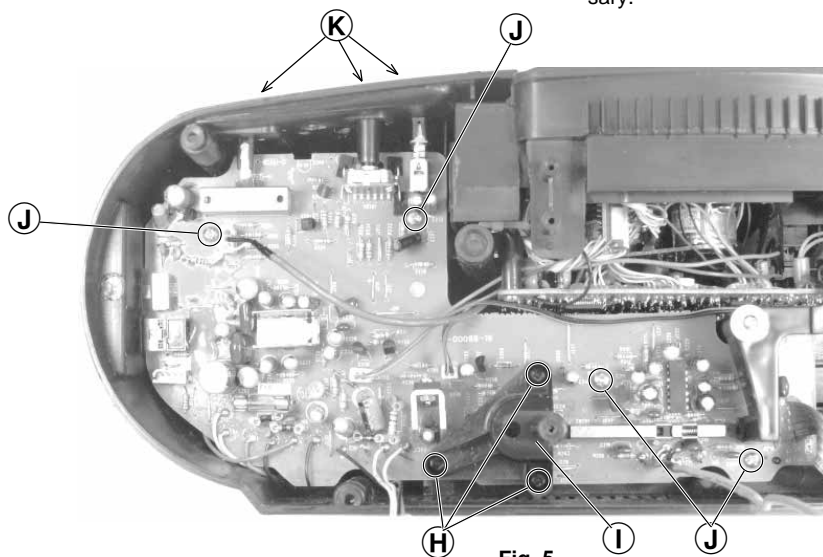

Fig. 5
- 3 Schrauben (H) herausdrehen (Fig. 5).
- Lagerbock (I) (Fig. 5) herausnehmen.
- 4 Schrauben (J) herausdrehen (Fig. 5).
- 3 Bedienungsknöpfe (K) (Fig. 5) abziehen.
- Undo 3 screws (H) (Fig. 5).
- Take out the bearing bracket (I) (Fig. 5).
- Undo 4 screws (J) (Fig. 5).
- Pull off the control knobs (K) (Fig. 5).